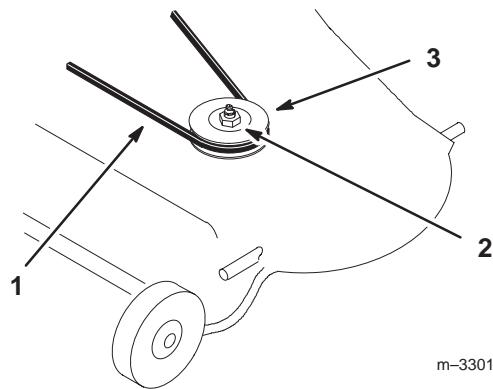

Figure 6
3. Retirez l'écrou et la rondelle-frein qui retiennent la poulie (Fig. 6). Déposez la poulie à une gorge.